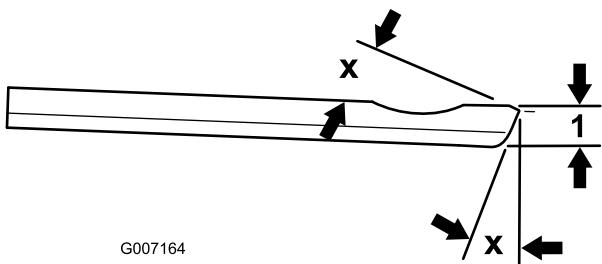

Figure 19
**Remarque:** L'angle de meulage supérieur et avant recommandé de la contre-lame est de 3 à 7 degrés (Figure 19).